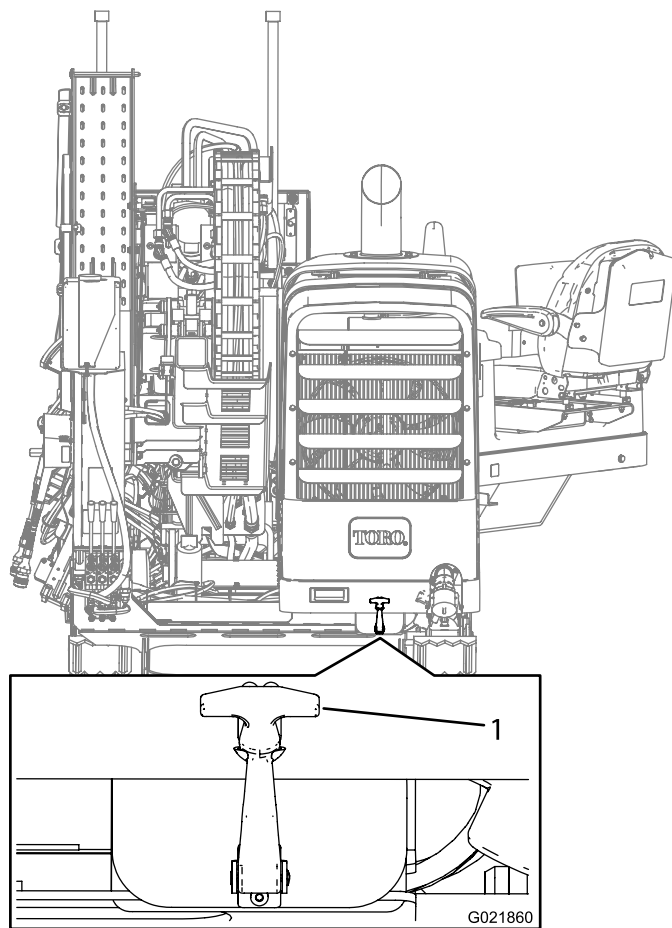

Figura 97
2. Puxe para fora o fecho (Figura 97).